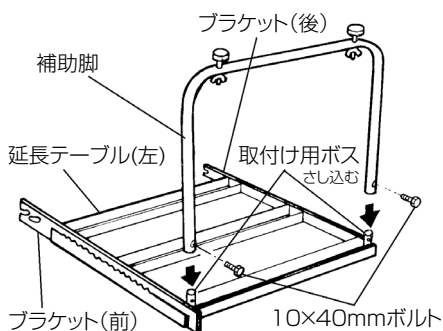

図 18
- (1) 図 18 のように延長テーブル(左)のテーブル面を下にして置きます。補助脚を延長テーブル(左)の取付けボスへさし込み、10×40 mm ボルトで取付けます。10×40 mm ボルトは付属(図 4 参照)の 17 mm ボックススパナで十分に締付けてください。